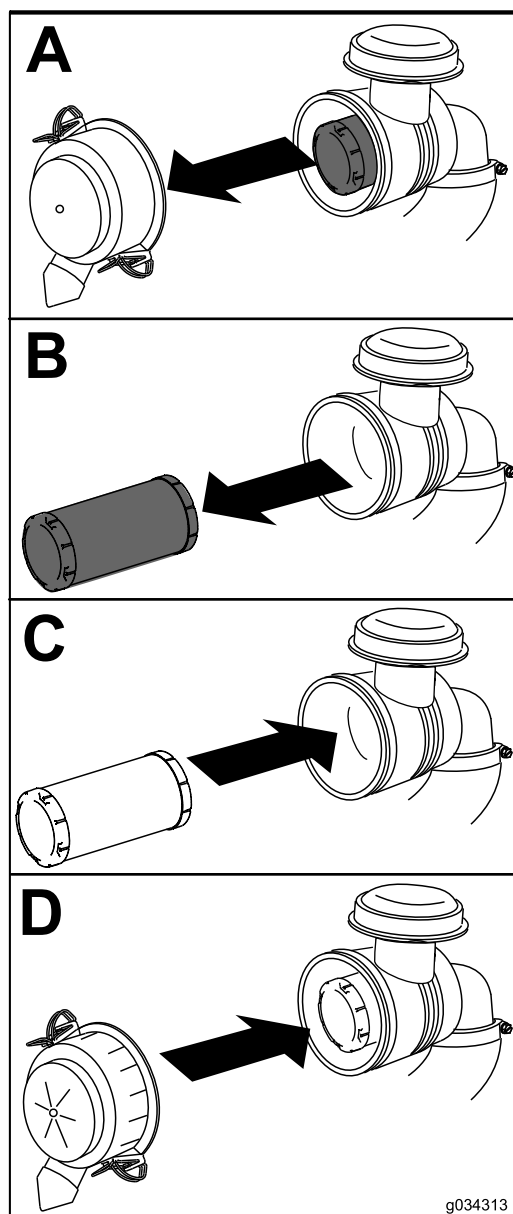

Figura 36
1. Estraiete con cautela l'elemento filtrante dell'aria dal corpo del filtro (Figura 36).
- Montate il coperchio dell'elemento filtrante con il lato indicato come UPUP rivolto verso l'alto e fissate i dispositivi di chiusura (Figura 36).